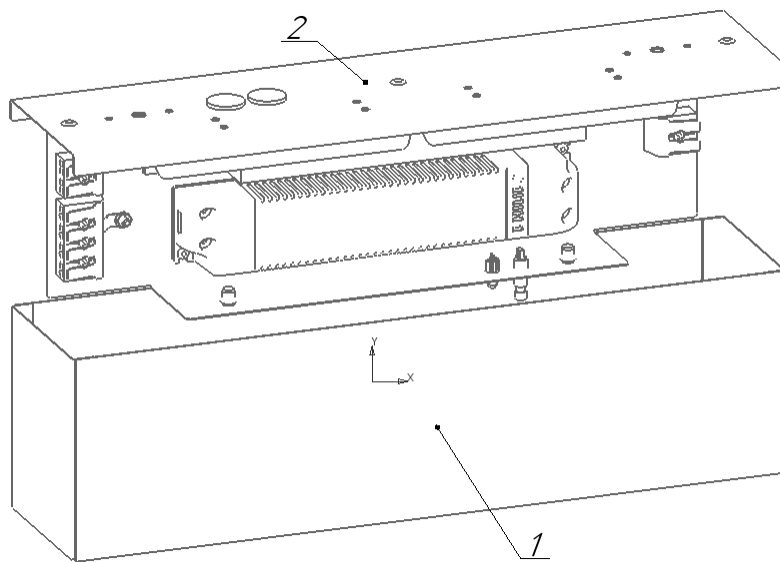

Рисунок 5 - Схема установки отсека источника питания и БАП светильника ДВО18 EM3 DT
5.3.4. Снимите крышку отсека источника питания и БАП, открутив 2 винта (см. рисунок 5).